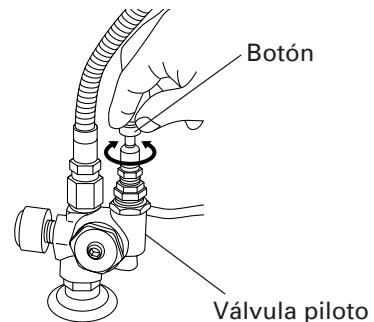

Fig. 5
- (1) Lea las advertencias de seguridad antes de utilizar el compresor.
- (2) Compruebe que el interruptor del motor y de presión está en la posición "OFF".
- (3) Enchufe el cable de corriente en una toma conectada a tierra.
- (4) Desplace el interruptor del motor y de presión a la posición "AUTO".
**Control dual:** El botón de ajuste se encuentra en lo alto de la válvula piloto (Fig. 5).